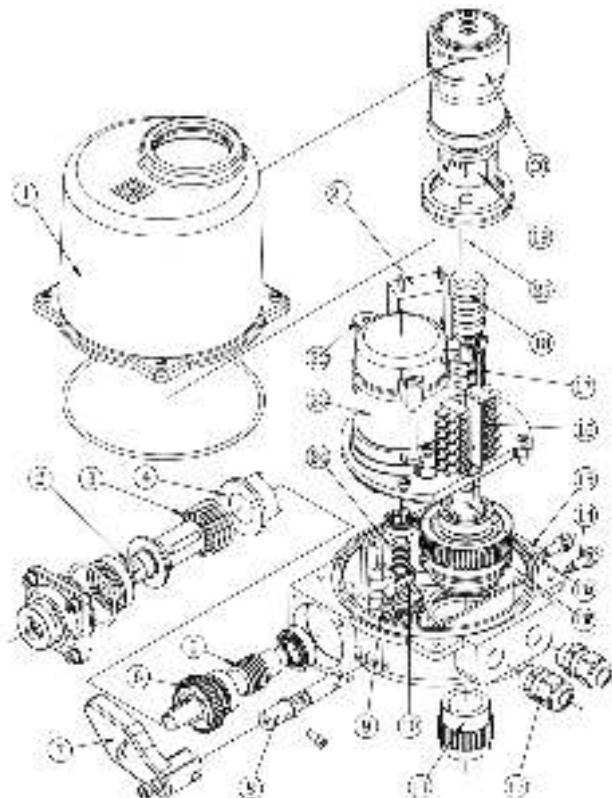
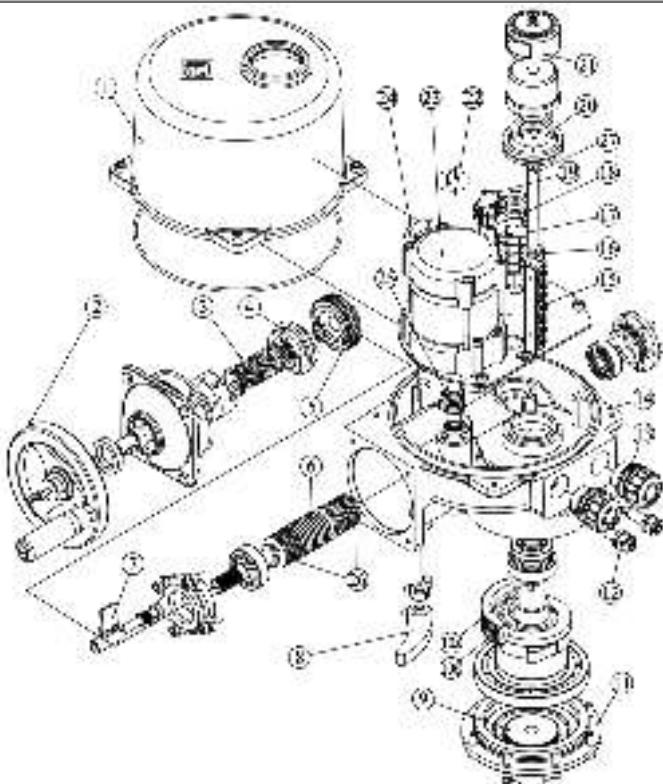

Рис.1 Электропривод ГЗ-ОФ(К)
Рис.2 Электропривод ГЗ-О(М)
У электропривода ГЗ-ОФ(К) переключение в ручной режим осуществляется рычагом переключения режимов (7) (рис. 1). При перемещении рычага открывается установочное отверстие для шестигранного торцевого ключа (размер 8 мм), вращением которого осуществляется поворот рабочего вала. По завершению работы в ручном режиме вынуть шестигранный торцевой ключ. При этом рычаг (7) автоматически возвратится в исходное положение. Привод переходит в режим работы от электродвигателя.
У электропривода ГЗ-ОФ(М) переключение в ручной режим осуществляется рычагом переключения режимов (8) (рис. 2). Для этого необходимо переместить рычаг в сторону корпуса электропривода до его фиксации. Если фиксация не произошла, повернуть маховик (2) при нажатом рычаге (8) до фиксации. Вращением маховика (2) производится поворот выходного вала привода. При включении электродвигателя привода рычаг (8) автоматически вернется в исходное положение и произойдет переход в режим работы от электродвигателя.
Для перемещения рычагов переключения режимов (7) (рис. 1) и (8) (рис. 2) не следует прилагать чрезмерно больших усилий.